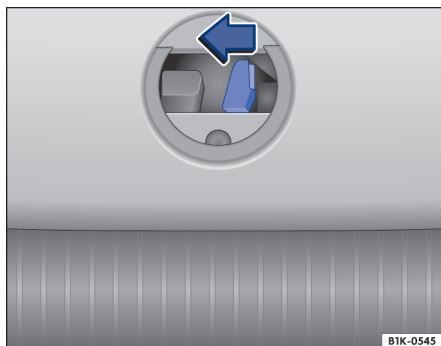

Fig. 82 Na tampa do compartimento de bagagem: destravamento de emergência da tampa do compartimento de bagagem (Passat).
- Retirar a cobertura circular do revestimento interno da tampa do compartimento de bagagem → Fig. 82.
- Pressionar a alavanca de destravamento no sentido da seta → Fig. 82. A tampa do compartimento de bagagem é destravada.